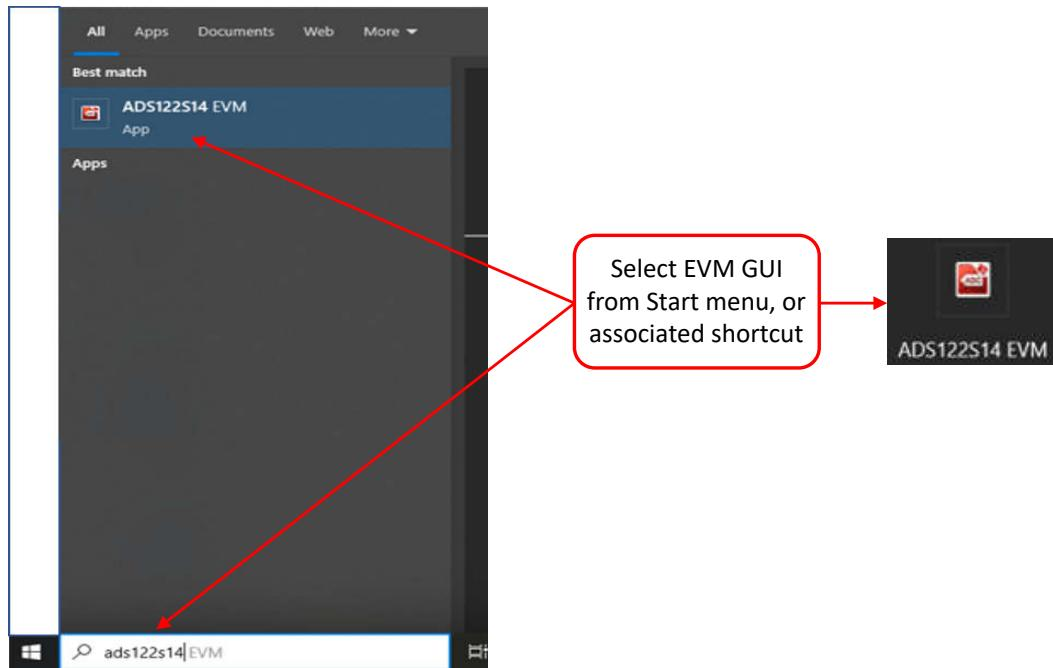

図 4-2. ADS122S14EVM GUI を起動します
6. スタートメニュー (図 4-2 を参照) またはインストールされたアイコンから、GUI ソフトウェアを起動します。GUI の右下隅にある **Connected** (接続済み) インジケーターが緑色になっていることを確認します。これは、ADS122S14EVM および PAMB コントローラカードが正常に接続され、GUI との通信が行われていることを示します。インジケーターが灰色の場合、GUI の右上隅にある **Demo Mode** (デモモード) を確認し、このモードにチェックが入っていれば解除して、通常のデータキャプチャモードに戻します。